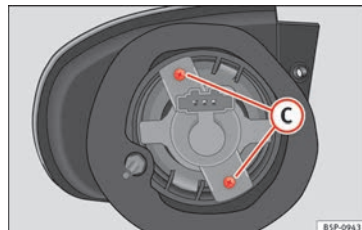

Abb. 186 Blinklicht
- Drehen Sie die Schrauben »» Abb. 186 **C** aus dem Lampenträger heraus und ziehen Sie diesen heraus.
- Drehen Sie die Schrauben »» Abb. 186 **C** des Lampenträgers heraus und ziehen Sie diesen heraus.